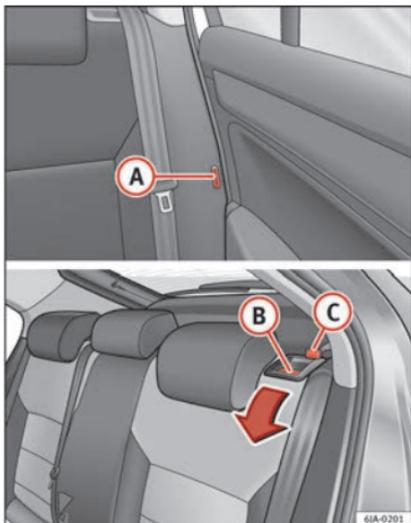

Fig. 148 Sbloccaggio dello schienale.
- Introdurre la linguetta della cintura di sicurezza nel foro **A** » fig. 148 situato nel lato corrispondente del veicolo: posizione di sicurezza.